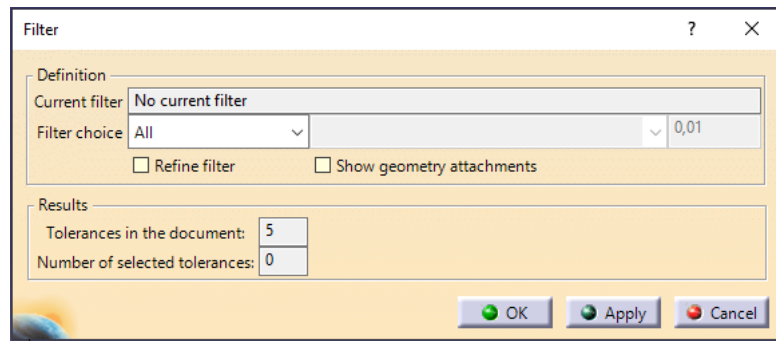

Ilustración 69
- Current filter: en él se puede observar, si hay o no algún filtro activo, y tal y como se puede comprobar, en la “Ilustración 69” para el caso del ejemplo, no hay ningún filtro activo.